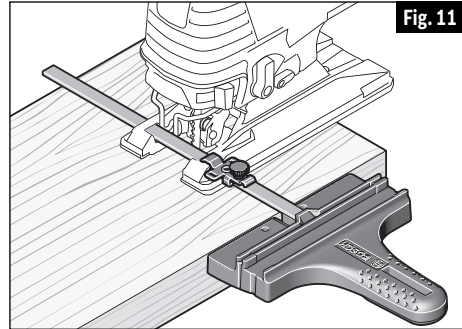

Fig. 11
se debe posicionar A LO LARGO de la pieza de trabajo (Fig. 11)
- Apriete firmemente el pomo o los pomos de fijación en la(s) abrazadera(s) (Fig. 11)